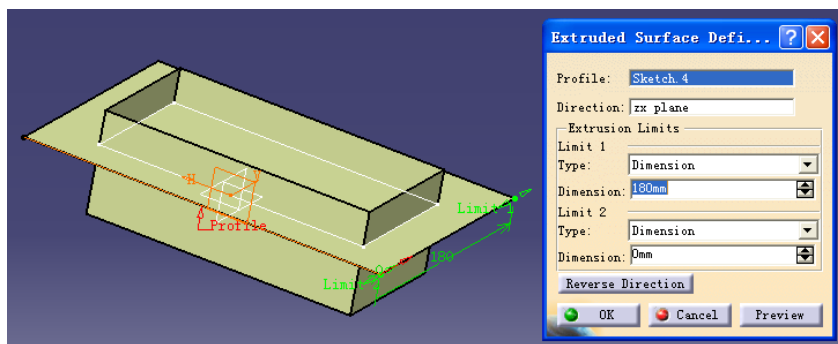

图 4-45
(3) 点击 Extrude  键，长度设为 180mm（见图 4-45）。